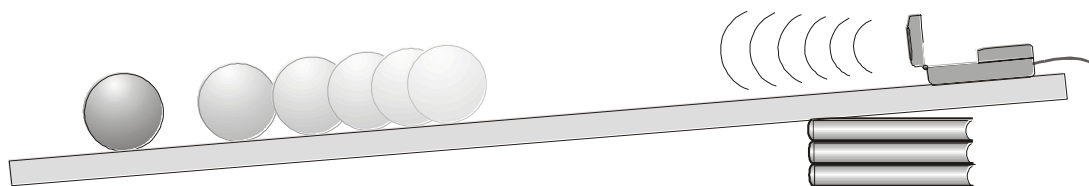

Figura 4: Plano inclinado.
Durante a primeira metade do século XVII, Galileu analisou experimentalmente o conceito de aceleração. Um de seus objetivos era aprender mais sobre os objetos em queda livre. Infelizmente, os dispositivos de seu tempo não eram precisos o suficiente para lhe permitir estudar a queda livre diretamente. Portanto, ele decidiu limitar a aceleração usando fluidos, planos inclinados e pêndulos. Neste exercício de laboratório, você vai ver como a aceleração de um carrinho ou de uma bola rolando depende do ângulo de rampa, como mostra a Figura 4. Então, você vai usar seus dados para extrapolar para a aceleração em uma rampa “vertical”, isto é, a aceleração de uma bola em queda livre.
2. Coloque um único livro sob uma extremidade da rampa de 1 - 3 m de comprimento ou de um trilho de modo que dê forma a um ângulo pequeno com o horizontal. Ajuste os pontos do contato das duas extremidades do plano inclinado, de modo que a distância, x , na Figura 4 esteja entre 1 e 3 m.
9. Meça o comprimento do plano inclinado, x , que está a uma distância entre os dois pontos de contacto da rampa. Veja Figura 4.